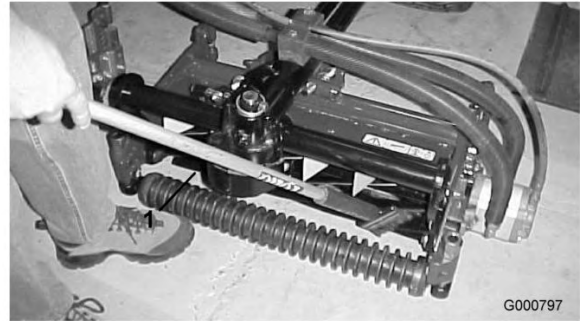

Figura 84
8. Aplique pasta de autoafilado con una brocha de mango largo (Toro Pieza N° 29-9100). No utilice nunca una brocha de mango corto (Figura 84).